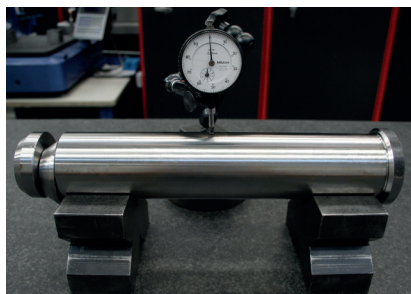

Fig.6
- in caso di evidenti deformazioni si può eseguire un test come in **Fig. 6**; altre metodologie di controllo sono possibili a discrezione del cliente (ad esempio controllo su superficie piana con spessimetro);